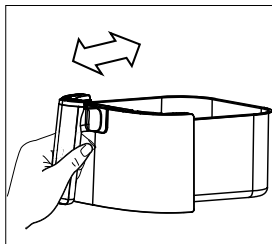
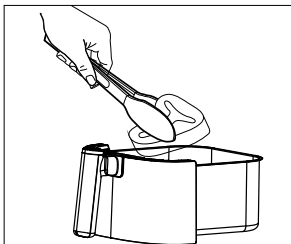

Abb. 4
Abb. 5
- ▶ Für optimale Garergebnisse schütteln Sie den Frittiertopf (8) (Abb. 4) oder wenden Sie das Lebensmittel (Abb. 5) während der Garzeit – vor allem bei überlappenden Lebensmitteln.